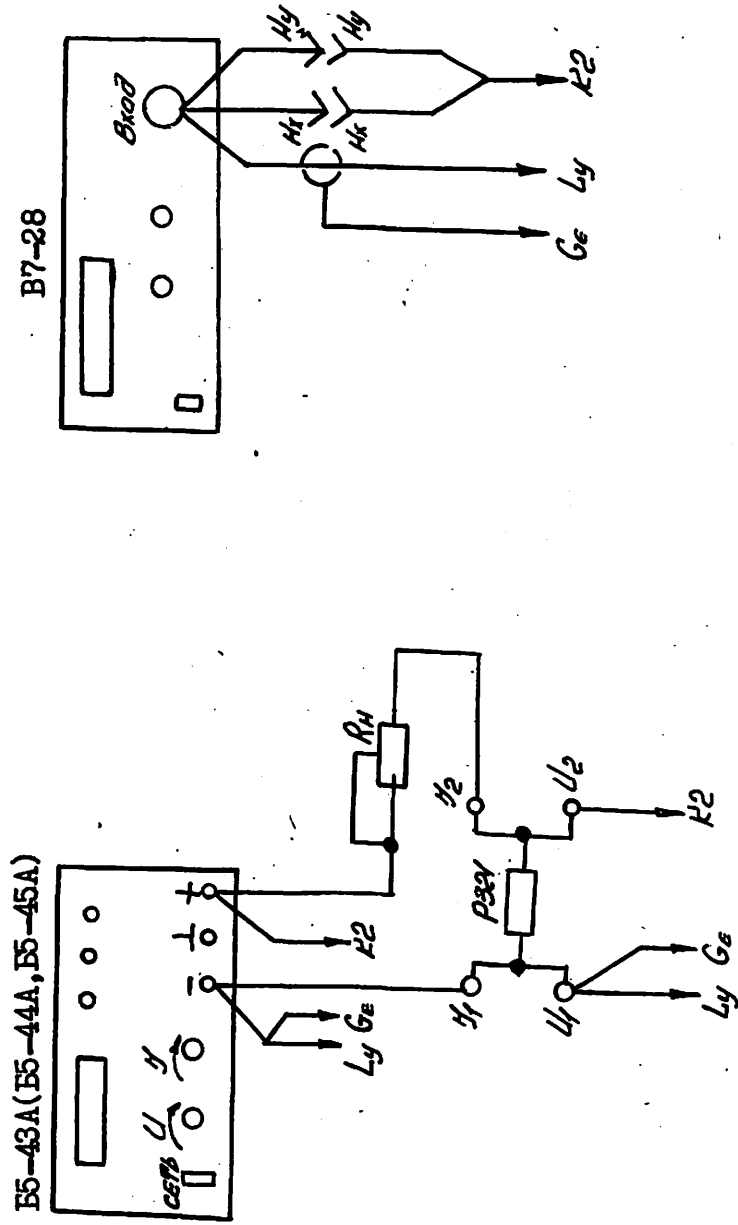

Рис. 7
9.4.4. Проверку максимального и минимального значений выходного напряжения и основной погрешности индикации выходного напряжения в режиме стабилизации напряжения производите по схеме электрической, изображенной на рис.7, при отключенной нагрузке.
9.4.5. Проверку максимального значения выходного тока приборов и основной погрешности индикации выходного тока в режиме стабилизации тока производите по схеме электрической, изображенной на рис. 7.